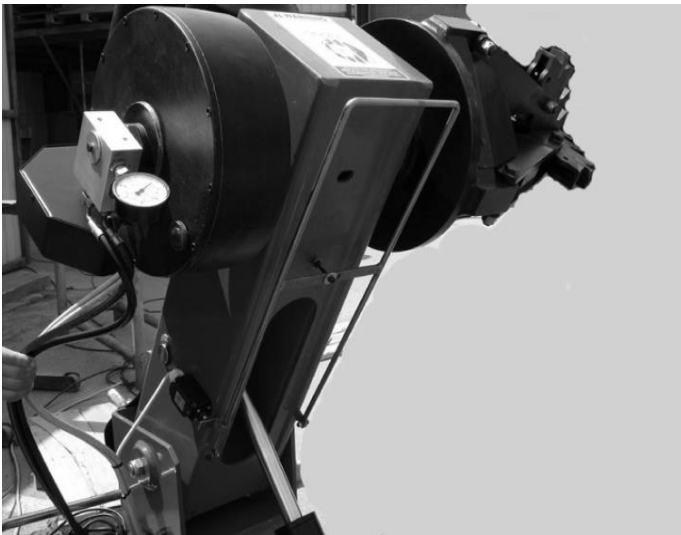

Рис.24 Предохранительный микровыключатель
3) Предохранительный микровыключатель (Рис.24)